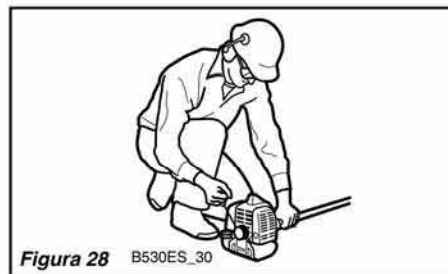

Figura 28 B530ES_30
3. Tire lentamente de la cuerda de arranque hasta que sienta que el arrancador engancha. Consulte la figura 28.